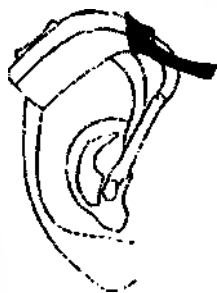

Рисунок 10 – Надевание слухового аппарата
2.1.4.3 После того, как ушной вкладыш правильно вставлен в ухо, разместите аппарат за ухом, поднимая его нижнюю часть и заправляя его за верхнюю часть ушной раковины (рисунок 10).